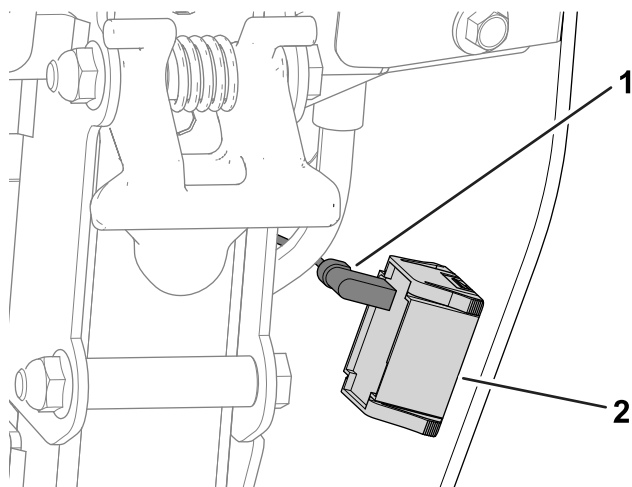

Figura 1
1. Desligue o conector da cablagem do contador de horas (Figura 1).